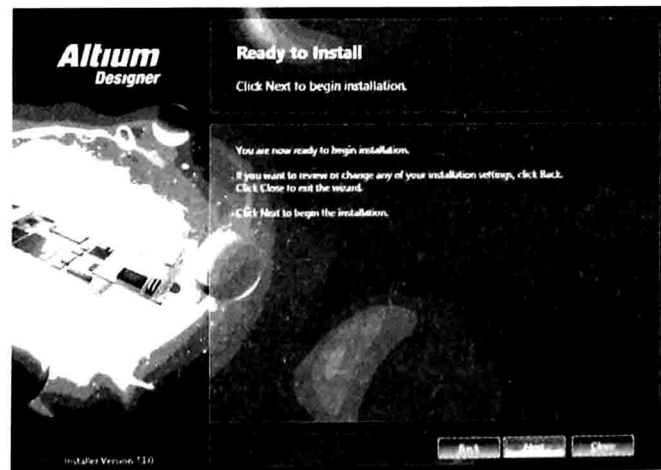

图 1-7 准备安装 Altium Designer 2013
**步骤 07** 准备安装 Altium Designer 2013，单击 Next 按钮，如图 1-7 所示。